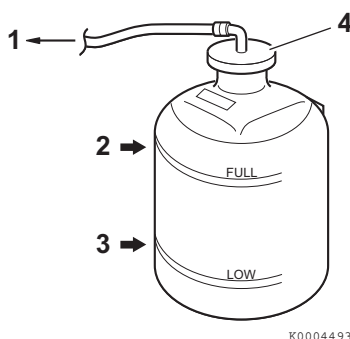

Figura 12
5. Controllare il livello del refrigerante nella vaschetta di recupero. Il livello deve essere sulla tacca PIENO (**Figura 12, (2)**). Se necessario, aggiungere altro liquido.
6. Rimuovere il tappo della vaschetta di recupero (**Figura 12, (4)**) per aggiungere del refrigerante, se necessario. Non aggiungere acqua.
8. Controllare il tubo in gomma (**Figura 12, (1)**) che collega la vaschetta di recupero al serbatoio del refrigerante / scambiatore di calore. In caso di danni, procedere con la sostituzione.